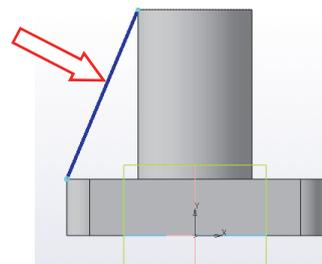

Рис. 5.10
2. Построить отрезок, соединяющий верхнюю часть цилиндра с крайней точкой (например, слева) основания, как показано на рис. 5.10.